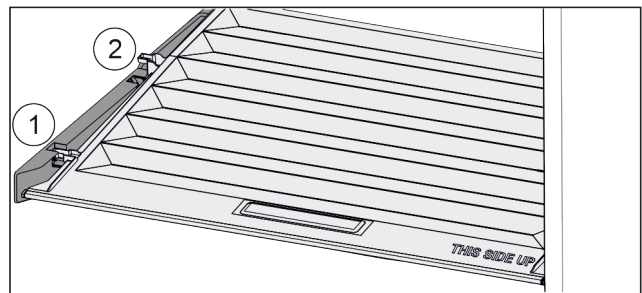

Fig. 58
- ▶ Tirer le couvercle vers l'avant jusqu'à dans l'orifice des pièces de retenue Fig. 58 (1).
- ▶ Le soulever par le bas à l'arrière et le sortir par le haut Fig. 58 (2).